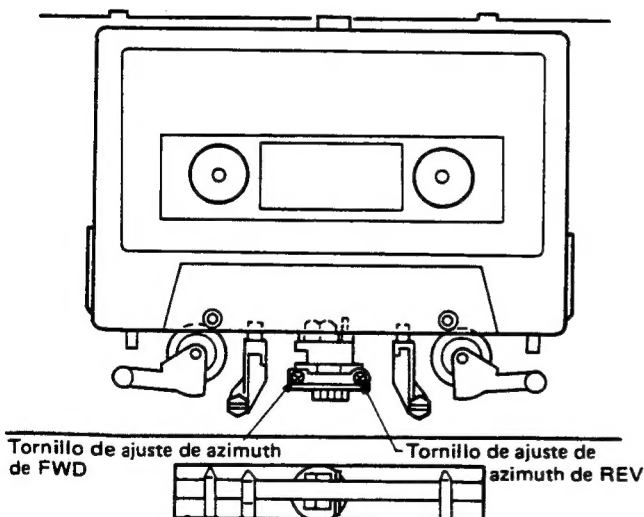

Fig. 7-4 Ajuste de azimuth de cabeza
| NORM | PLAY | 10kHz, -20dB (reproducción)/STD-331B | Tornillo de ajuste del ángulo de cabeza (Fig. 7-4) | TP501 (L) TP502(R) | Máximo nivel de señal de reproducción | Fijar el tornillo después del ajuste. |